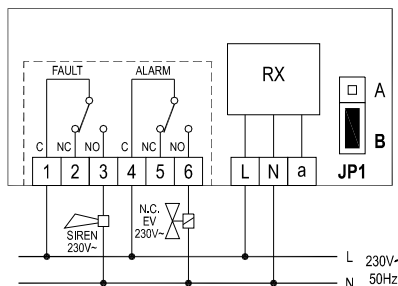

Fig. 11
Logica inversă permite să aveți un sistem cu siguranță pozitiv, și anume, în cazul unei pene de curent sau defectarea receptorului, ieșirea releului de alarmă presupune starea de alarmă. În acest caz, este necesar conectarea unei electrovane de tip NC la terminalul de ieșire 6 (NO), deoarece inversarea logicii de funcționare este realizată de jumperul JP1 (vezi Schema de Legături din fig. 11 sau 12)